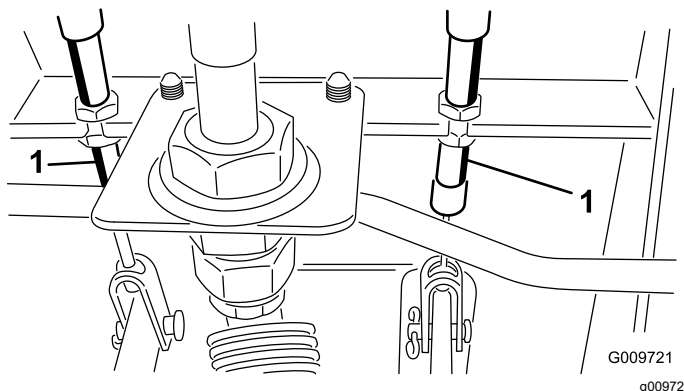

Figura 95
- A. Desaperte a porca dianteira na extremidade roscada do cabo do travão (Figura 95).